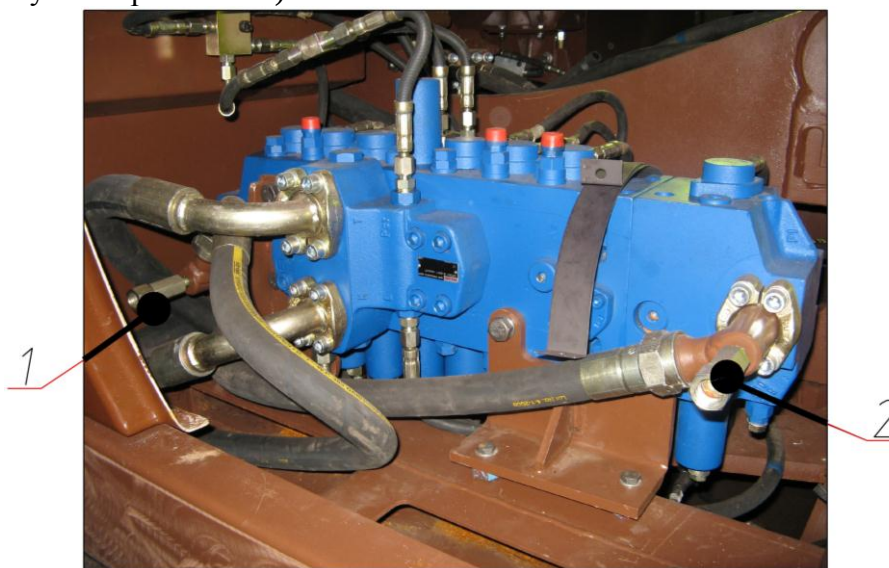

Рис.8.1.4.2 Места установки манометров.
2. Подключите манометр на 40МПа (60 МПа) к напорному трубопроводу (ближнему к топливному баку поз.1 рис.8.1.4.2).